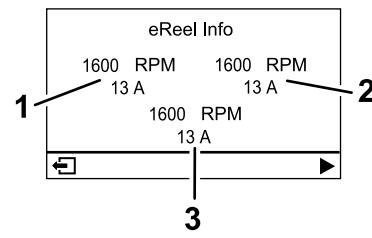

Bild 22
- **eReel-Motorbildschirm (Bild 22):** Zeigt die Geschwindigkeit und den Strom jedes Schneideeinheitmotors an.